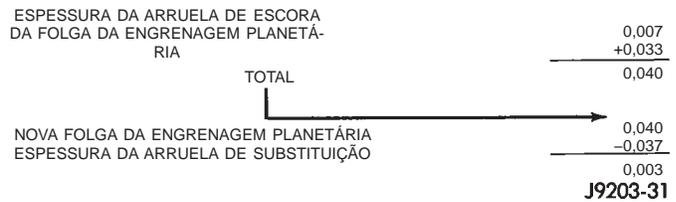

Fig. 83 Cálculos da Engrenagem Planetária
(3) Se a folga da engrenagem planetária não for maior do que 0,005 polegadas. Determine se o eixo está ficando em contato com o eixo de encaixe da engrenagem do pinhão. **Não remova os calibradores de lâminas, inspecione o semi-eixo com o calibrador de lâminas inserido atrás da engrenagem planetária.** Se a extremidade do semi-eixo não estiver ficando em contato com o eixo de encaixe da engrenagem do pinhão, a folga da engrenagem planetária será aceitável.
(4) Se a folga for maior do que 0,005 polegadas (o semi-eixo não está ficando em contato), registre a folga da engrenagem planetária. Remova a arruela de escora e meça sua espessura com micrômetro. Adicione a espessura da arruela à folga da engrenagem planetária registrada. A soma da folga da engrenagem e a espessura da arruela irão determinar a espessura requerida da arruela de escora de substituição (Fig. 83).